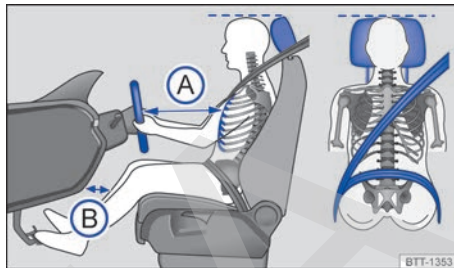

Fig. 35 Posición correcta en el asiento y colocación correcta de la banda del cinturón.
- Ajuste el apoyacabezas de modo que el borde superior del mismo quede a la altura de la parte superior de la cabeza, pero nunca por debajo de los ojos. Mantenga siempre la parte trasera de la cabeza lo más cerca posible del apoyacabezas → fig. 35.